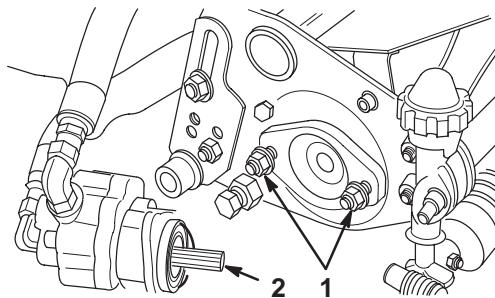

Bild 8
2. Bringen Sie die Befestigungsmuttern der Spindelantriebsmotoren an jedem Mähwerk an. Lassen Sie ungefähr 13 mm Gewinde an jedem Befestigungsbolzen sichtbar (Bild 8).
| 4. Entfernen Sie die Schutzkappen von den Mähwerken und den Spindelmotorantriebswellen. Fetten Sie die Keilwelle des Motors mit frischem Fett ein und bringen den Motor durch Drehen im Uhrzeigersinn an, so dass die Motorflansche von den Bolzen entfernt sind. Drehen Sie dann den Motor entgegen dem Uhrzeigersinn, bis die Flansche die Bolzen umhüllen. Ziehen Sie jetzt die Befestigungsmuttern fest (Bild 8). | |